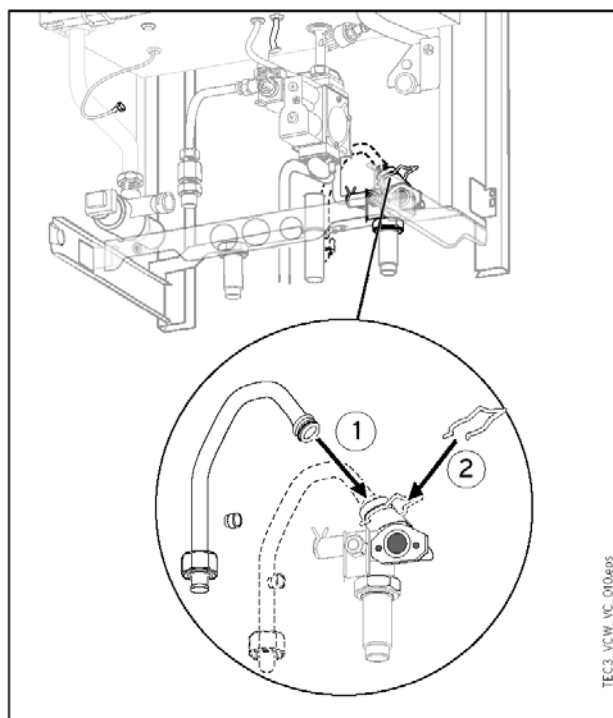

Рис. 10: Установите трубку обратной линии водонагревателя.
11. Установите трубку обратной линии водонагревателя. См. рис. 10.